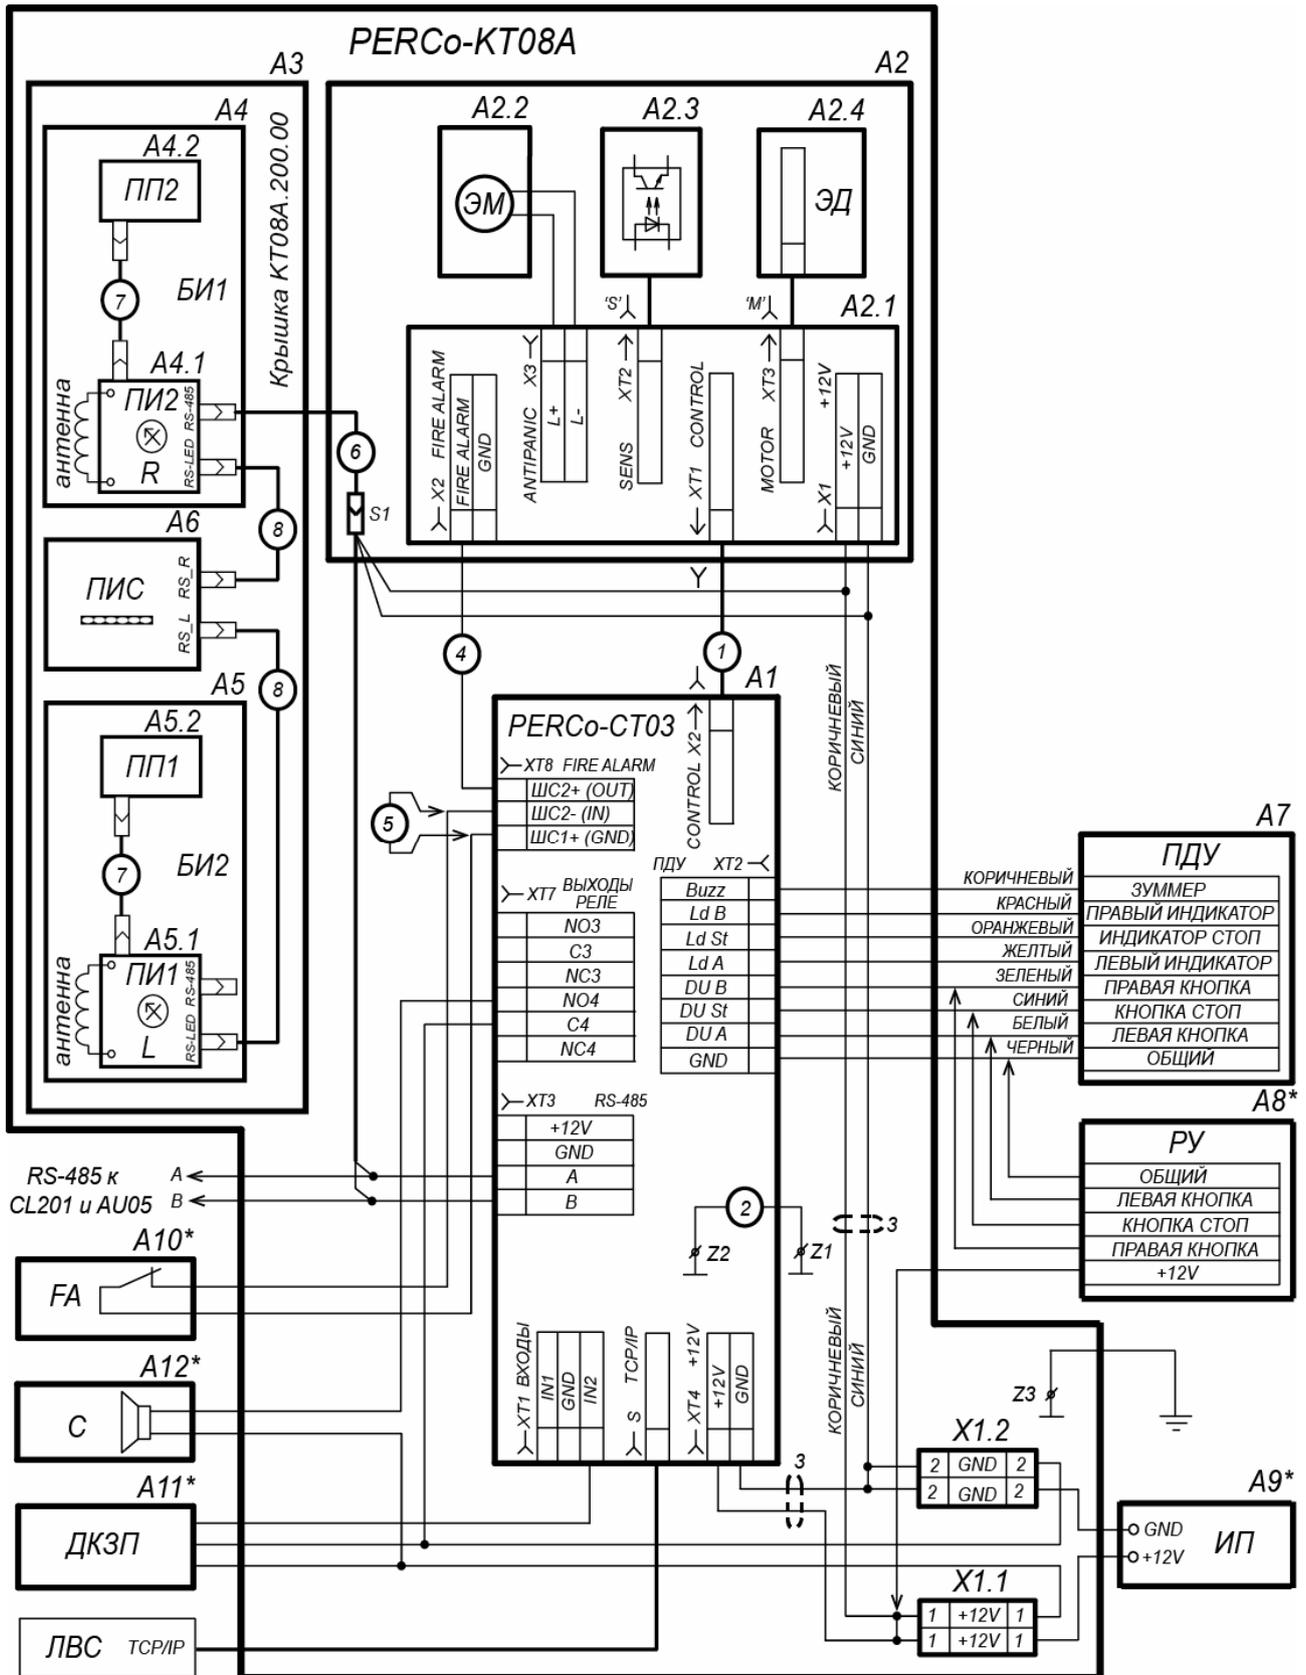

Рисунок 13. Схема подключения ЭП и дополнительного оборудования¹
- Установите стойку ЭП на гильзы анкеров и закрепите ее болтами М10 (15) с помощью торцового ключа S17. При установке контролируйте вертикальность положения стойки с помощью уровня.
- Установите заглушки (16) из комплекта поставки.
- Согласно схеме, приведенной на рис. 13, производите подключения: